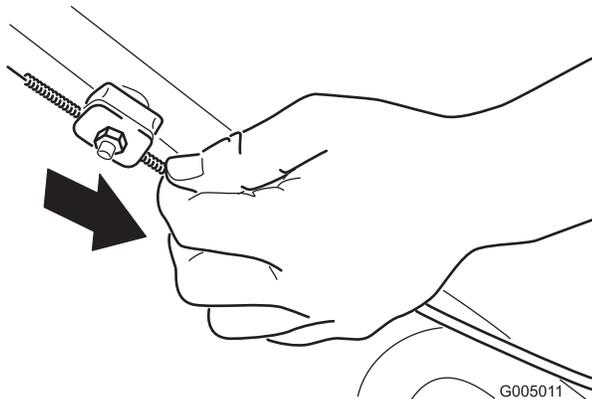

Figura 30
2. Tire hacia abajo de la cubierta del cable (hacia la máquina) hasta eliminar la holgura del cable (Figura 30).